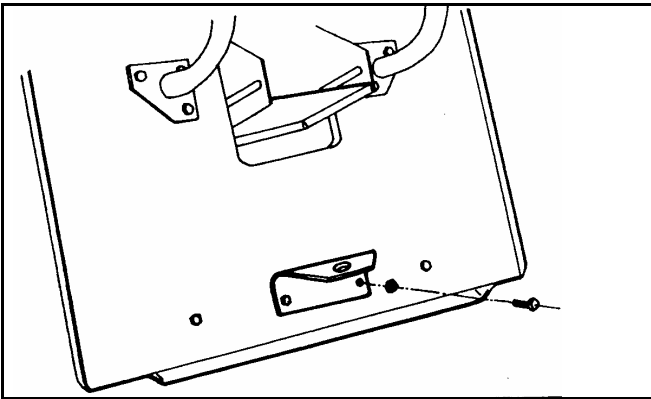

Fig. 4
KOPPELINGSSTUK (Fig. 4)
5. Plaats de opvangbak op de 2 steunen aangeduid op figuur 4. Indien de uitlijning tussen bak en vleugels correct is, regel dan de steunen (Fig.4, stuk 1 et 2). Op het einde van de regeling vijst u alles goed vast.